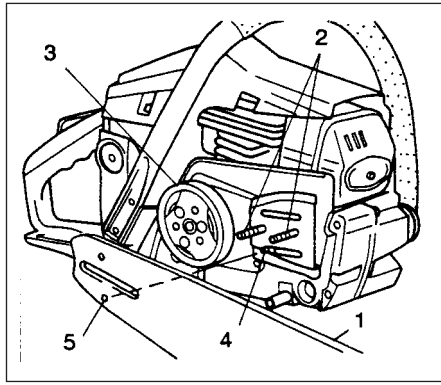

Fig.1-1
1. Remova o revestimento lateral desapertando as duas porcas da barra- guia, e instale a barra- guia (1) nos pernos (2). A seguir, aproxima-a, tanto como possível, ao pinhão (3). Assegure-se que o centro do parafuso para esticar a corrente (4) entra no furo da barra (5). (Fig. 1-1)